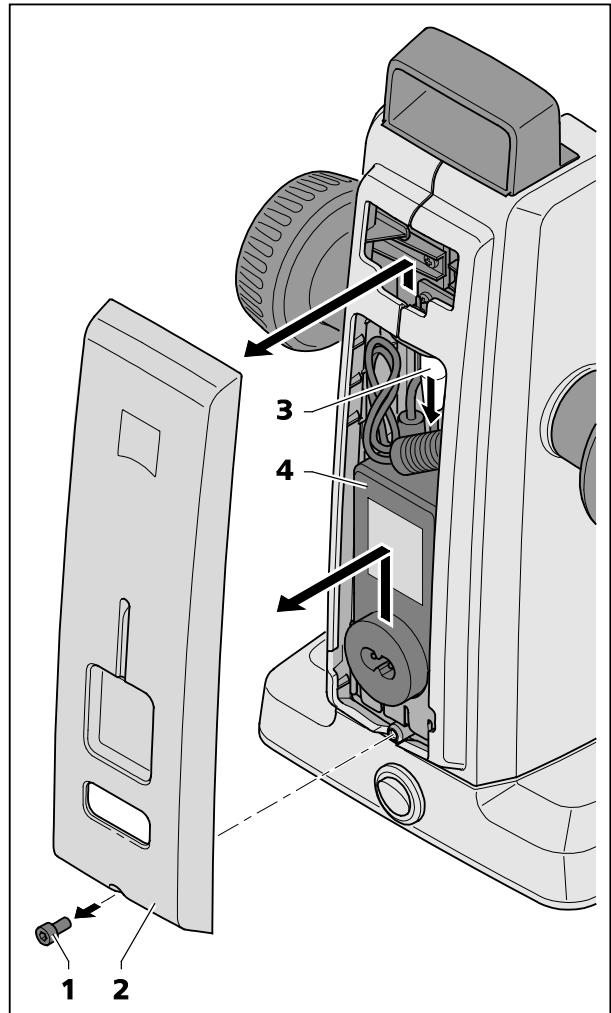

Bild 27 Netzteil wechseln
- Mit dem Inbusschlüssel die Schraube (Bild 27/1) an der Unterseite des Gehäusedeckels lösen.
- Den Gehäusedeckel (Bild 27/2) unten leicht abziehen und nach oben drücken.
- Den Stecker (Bild 27/3) lösen und das defekte Tischnetzteil (Bild 27/4) entnehmen.